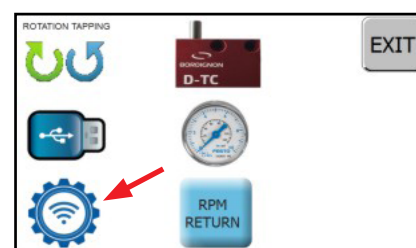

FIG. 1
- Depuis l'écran principal, appuyer sur l'icône Service (page 14) puis sur l'icône OPT pour accéder à la page Options (Fig. 1) ;